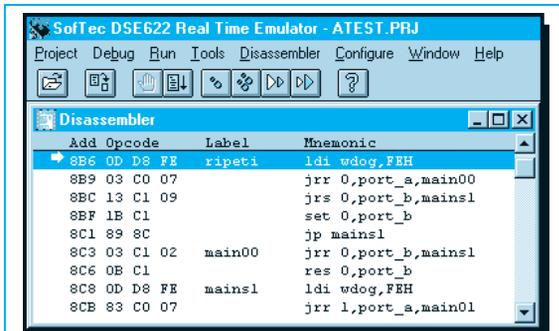

Fig.85 Il programma è fermo su “ripeti”.
- Ponete il cursore su **ripeti** e cliccate, poi cliccate su **OK** e vedrete apparire la finestra di fig.85. Noterete che la prima riga in alto è ferma sull’etichetta **ripeti**.
Per uscire cliccate su **OK** e nella successiva maschera cliccate nuovamente su **OK**: apparirà così la maschera di fig.85.
Ora che avete vi abbiamo spiegato come sia possa modificare un ingresso da **livello logico 0** a **livello logico 1** o viceversa, potete fare un po' di pratica portando a **livello logico 1** anche il piedino di un altro **ingresso** per poi riportarlo a **livello logico 0**, poi verificate se i piedini d'**uscita** sono passati da **livello logico 0** a **livello logico 1**. Per verificarlo dovrete sempre far ripartire il programma dell'etichetta **ripeti** (vedi fig.85).